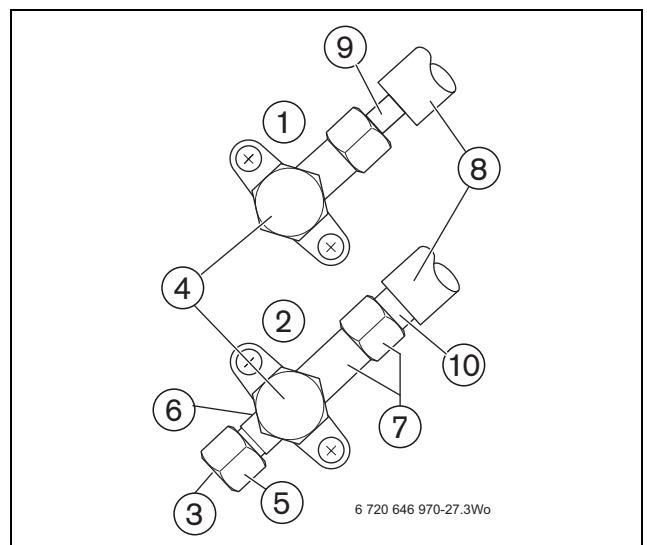

Bild 36 Absperrventile Kältemittelkreislauf
- ▶ Am Schraderventil (→ Bild 36, [3]) eine Hochleistungs-Vakuumpumpe anschließen.